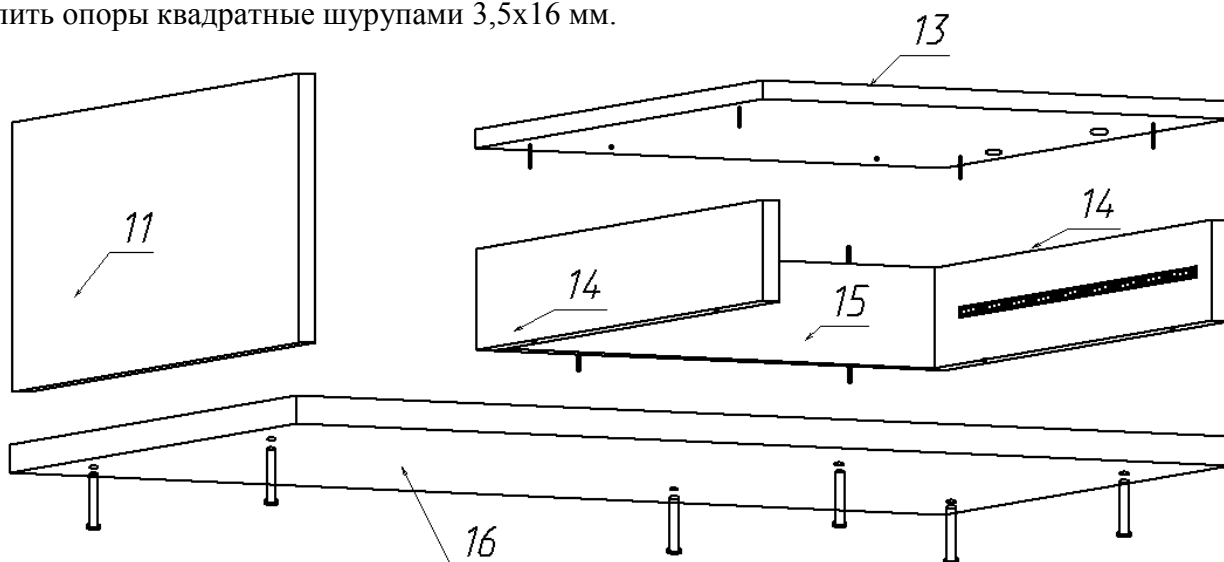

Рисунок 6
8. С помощью евровинтов 50 мм. прикрепить боковину поз. 11, боковины малые поз. 14 и заднюю панель 15 на шкантах к низу поз. 17. См. рисунок 6.
9. Установить крышку малую поз. 13 на детали поз. 14, 15 и стянуть эксцентриками 16 мм. См. рисунок 6.